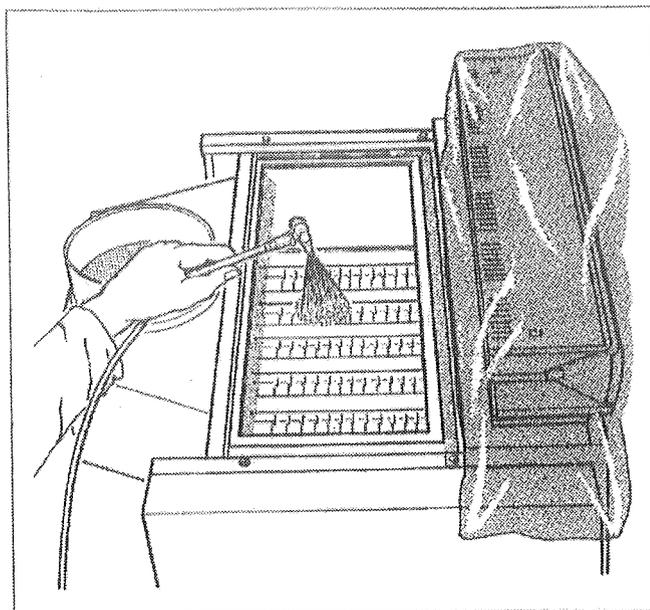

Fig. 42: Pulizia con detergente a spruzzo
- Spruzzare uniformemente dall'alto i tiraggi dei gas combusti con il prodotto di pulizia (Fig. 42).